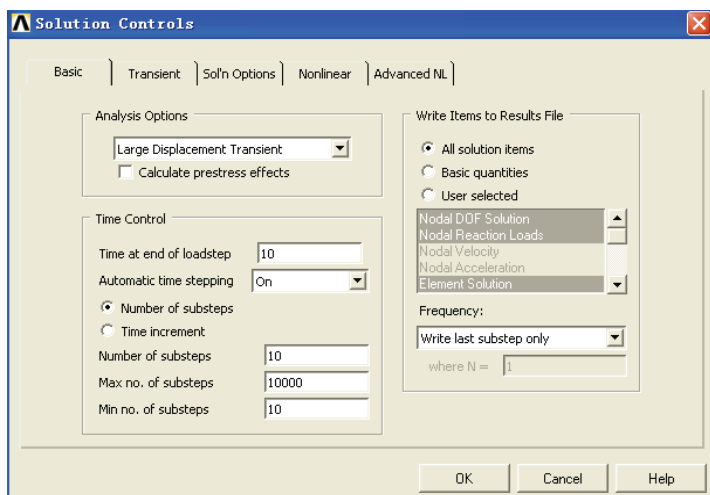

图 4-99 求解控制对话框
1) 选择 Main Menu | Solution | Analysis Type | Sol'n Controls 命令, 出现 Solution Controls 对话框, 参照图 4-99 对其进行设置, 单击 OK 按钮关闭该对话框。